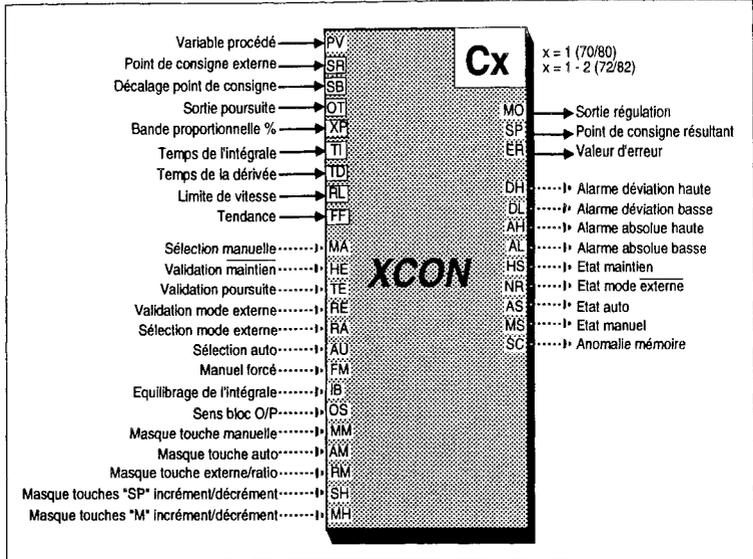

Figure 4.29 Connexions bloc XCON
La figure 4.29 représente tous les blocs XCON dans l'instrument (un ou deux blocs suivant le modèle). Chaque bloc a son propre ensemble de paramètres et peut être installé à sa propre adresse. (Adresses des blocs de régulation : voir nota 1 et 2 à la page 4.2).
NOTA: PV est la seule connexion entrante dans le bloc XCON qui ait besoin d'être connectée à un autre bloc pour sa base de données. Les autres paramètres d'entrée peuvent être mis à jour grâce à la micro-console ou à la liaison de données RS422. Les connexions en option de la figure 4.29 sont identifiées par un cadre. Toutefois, si FM (Manuel Forcé) n'est pas connecté, le programme commence en mode MANUEL FORCE. Par mesure de sécurité, FM devrait être câblé de sorte que MANUEL FORCE prend la relève chaque fois qu'il se produit une anomalie mémoire ou une autre panne importante. Connecter par exemple la sortie anomalie mémoire (CS) du bloc GENP en réunion logique avec des drapeaux en circuit ouvert (OC ou O3) du bloc ANIN qui fournit PV.